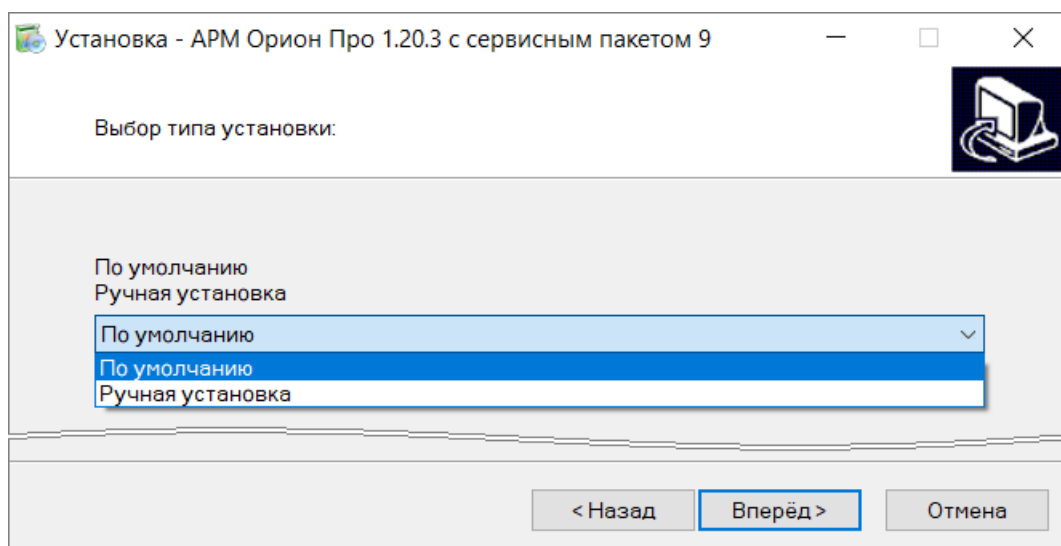

Рисунок 2-7 Выбор типа установки ПО
- 6) На новой странице Мастера установки ПО появится выбор типа установки ПО: «По умолчанию» (этот вариант предполагает установку всех программных модулей и утилит, входящих в ПО, при этом: если ранее был установлен Microsoft SQL Server Express нужной версии для используемой версии Windows, то будет проведена установка всех программных модулей; если Microsoft SQL Server Express версии, соответствующей версии Windows, не установлен, то устанавливаются все программные модули, кроме Центрального Сервера) или «Ручная установка» (этот вариант предполагает выбор программных модулей и утилит, входящих в ПО, вручную). Выберите тип установки ПО в выпадающем списке (см. Рисунок 2-7). После выбора типа установки нажмите кнопку «Вперёд» для продолжения работы с Мастером установки ПО;